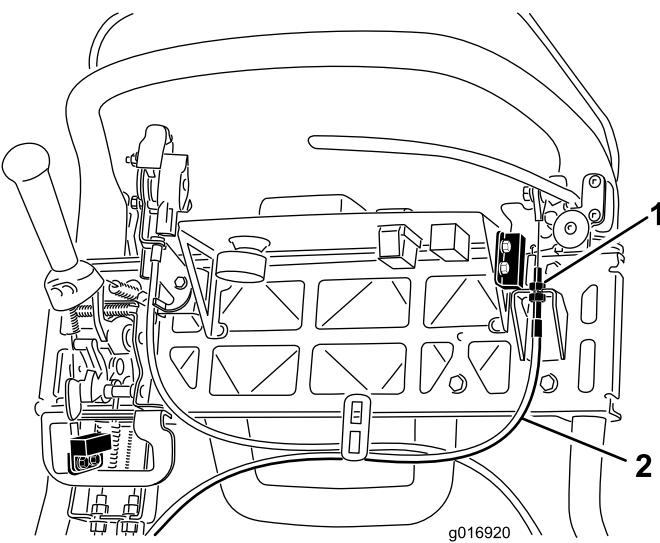

図 40
3. 走行ケーブルの張りを強くするには、上側ケーブルのジャムナットをゆるめて、下側ケーブルのジャムナット（図 40）を締め、156 N（15.8 kg）の力で駐車ブレーキのラッチが解除されるように調整する。ブレーキバンドが締まりっぱなしにならないよう注意すること。